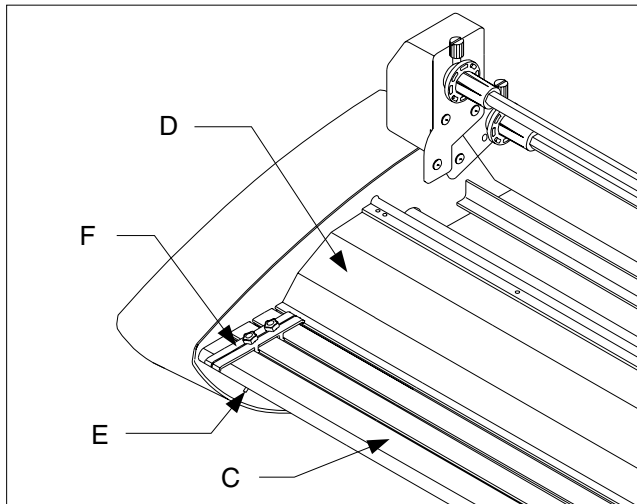

Fig. 3
**C. FEED TABLE:** The Feed Table, Figure 3, is used to position items for lamination. **The laminator will operate only when the Feed Table and Feed Table Latch are properly installed.**
**E. TABLE INTERLOCK LATCH:** Used to lock the Feed Table into position and activate an interlock switch. The interlock latch is located on the left underside of the Feed Table, (Figure 3). The table cannot be removed without retracting the latch to the right while lifting the table upwards and away from the laminator. **The laminator will not operate when the table is removed and/or the interlock latch is retracted.**
**F. FEED GUIDE:** The Feed Guide, Figure 3, permits alignment of the item(s) to be laminated. To position the adjustable guide, loosen the knob on the top of the guide, slide it to the desired position and tighten the knob to secure the Feed Guide in place. The Feed Guide is used to keep longer items straight. The Feed Guide may also be used to feed smaller items side by side by positioning the guide towards the center of the Feed Table and placing smaller items against each side of the Feed Guide as they are being introduced into the nip point of the heat rollers.
**C. ANLEGETISCH:** Auf dem Anlegetisch, Abb. 3, werden die zu laminierenden Artikel gelagert. **Das Laminiergerät funktioniert nur, wenn der Tisch und die entspreche Verriegelung ordnungsgemäß installiert sind.**
**E. TISCHVERRIEGELUNG:** Damit wird die Position des Anlegetisches gesichert und ein Verriegelungsschalter aktiviert. Der Riegel befindet sich links auf der Unterseite des Tisches (Abb. 3). Der Tisch kann nicht entfernt werden, ohne dass vorher der Riegel nach rechts geschoben und der Tisch gleichzeitig angehoben und vom Laminiergerät weggezogen wird. **Wenn der Tisch entfernt wird und/oder der Riegel sich in zurückgezogener Stellung befindet, ist das Laminiergerät nicht betriebsbereit.**
**F. ZUFUHRHILFE:** (Abb. 3) Damit werden der oder die zu laminierenden Artikel ausgerichtet. Die Zufuhrhilfe ist verstellbar: Den Knopf auf der Oberseite lösen, in die gewünschte Stellung schieben, den Knopf zur Sicherung wieder anziehen. Die Zufuhrhilfe dient dazu, längere Artikel gerade zu halten. Sie kann auch dazu verwendet werden, kleinere Artikel nebeneinander einzuführen. Dazu wird die Zufuhrhilfe in die Mitte des Anlegetisches gestellt und kleinere Artikel an beide Seiten der Zufuhrhilfe angelegt, von wo sie zum Berührungspunkt mit den Heißwalzen geführt werden.
**C. INVOERTAFEL:** De invoertafel (zie afb. 3) wordt gebruikt om documenten in de juiste positie te brengen voor laminatie. **De laminator werkt alleen als de invoertafel en de vergrendeling ervan correct zijn geïnstalleerd.**
**E. TAFELVERGREDELING:** Deze wordt gebruikt om de invoertafel in de juiste positie vast te zetten en een vergrendelingsschakelaar te activeren. De vergrendeling bevindt zich aan de linkeronderzijde van de invoertafel, zie afb. 3. De tafel kan alleen worden verplaatst door de vergrendeling naar rechts te trekken en gelijktijdig de tafel op te tillen, weg van de laminator. **De laminator werkt niet als de tafel wordt verwijderd en/of ontgrendeld.**
**F. INVOERGELEIDER:** Met behulp van de invoergeleider, zie afb. 3, kan het te lamineren document precies worden gecentreerd. Om de afstelbare geleider in de juiste positie te plaatsen, draait u de knop bovenop de geleider los, schuift u hem in de gewenste positie en draait u de knop weer aan zodat de invoergeleider zich op zijn plaats bevindt. De invoergeleider wordt gebruikt om langere documenten recht te houden. De invoergeleider kan ook worden gebruikt om kleinere documenten naast elkaar in te voeren; plaats daartoe de geleider in het midden van de invoertafel en plaats de kleinere documenten tegen de zijanten van de geleider bij het invoeren tussen de grijpzone van de warmterollers.
**C. TABLE D'ALIMENTATION:** la table d'alimentation (Figure 3) est utilisée pour positionner les documents à plastifier. **La plastifieuse ne peut fonctionner que si la table d'alimentation est correctement positionnée et verrouillée.**
**E. VERROUILLAGE DE LA TABLE D'ALIMENTATION:** permet de bloquer la table d'alimentation; le verrouillage est situé sous la table d'alimentation (Figure 3). Pour retirer la table, soulevez-la en tirant le loquet vers la droite. **La plastifieuse ne peut fonctionner que si la table d'alimentation est correctement positionnée et verrouillée.**
**F. GUIDE DE POSITIONNEMENT:** ce guide (Figure 3) permet d'aligner les documents à plastifier. Pour régler le guide, desserrez le bouton-vis du guide, faites glisser le guide jusqu'à la position désirée et resserrez le bouton-vis pour maintenir le guide en position. Ce guide est utilisé pour maintenir les documents bien alignés. Il peut être également utilisé pour positionner de petits documents côte à côte: placez alors le guide au centre de la table d'alimentation et alignez les documents de chaque côté du guide pour qu'ils soient entraînés par les rouleaux chauffants.